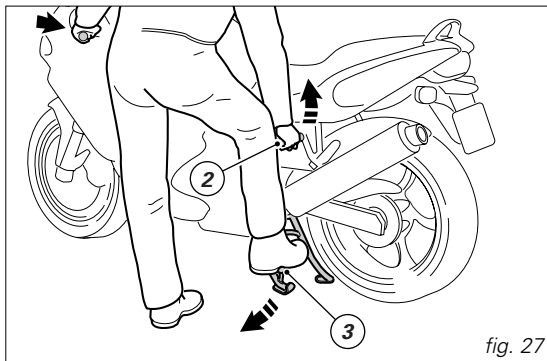

fig. 27
Con la mano izquierda sujetar el puño izquierdo y con la otra el puño (2, fig. 27). Empujar con el pie derecho en la superficie de apoyo (3) del caballote central hasta posicionarlo en contacto con el suelo; al mismo tiempo tirar con el puño la motocicleta hacia arriba y hacia atrás. Para colocar nuevamente el caballote central en posición de reposo es suficiente empujar hacia adelante la motocicleta, sujetándola por los semimanillares, hasta que la rueda trasera toque el suelo. El caballote retorna a su posición de reposo en forma automática.